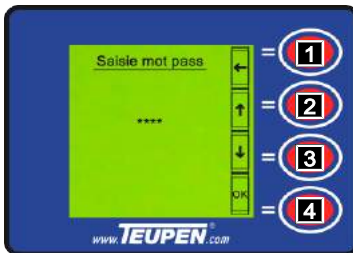

Fig. 88
1. Appuyer sur la [Touche de fonction] (Fig.88/4).
2. Sélectionner le chiffre souhaité avec les [Touches de fonction] (Fig.88/2 et 3).
3. Confirmer le chiffre sélectionné avec la [Touche de fonction] (Fig.88/4).
5. Retourner au « Menu principal » avec la [Touche de fonction] (Fig.88/1).